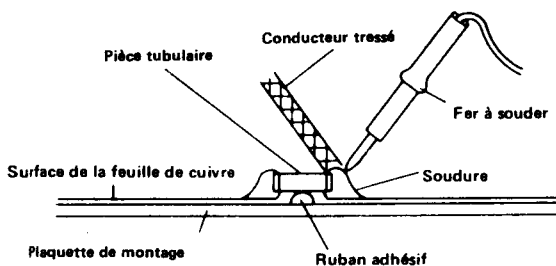

Figure 23-1
1. A l'aide d'un fer à souder, chauffer la soudure à chaque borne de la pièce pour qu'elle soit absorbée par le conducteur tressé qu'on y applique. Voir la Figure 23-1.